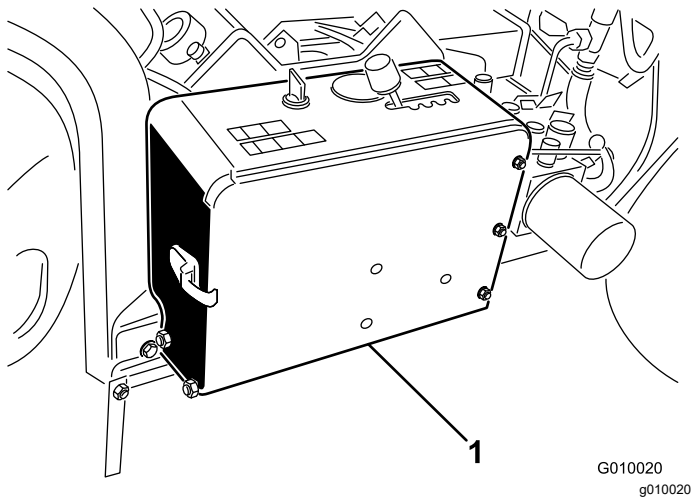

Figura 51
1. Destranque e abra a cobertura do compartimento da bateria (Figura 51).